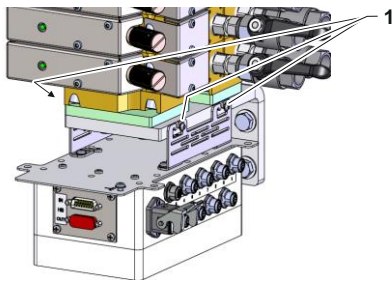

Abb. 1: Auswerteeinheit entfernen
- Schrauben (Kennzeichnung 1 → Abb. 1) lösen, Auswerteeinheit mit Halter von Flow-5 entfernen.
- Auswerteeinheit mit Halter an Flow-5 anbringen und Schrauben (Kennzeichnung 1 → Abb. 1) festziehen.